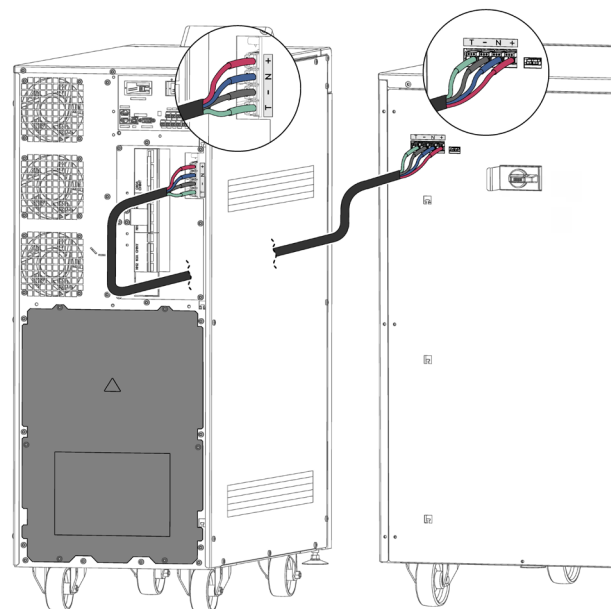
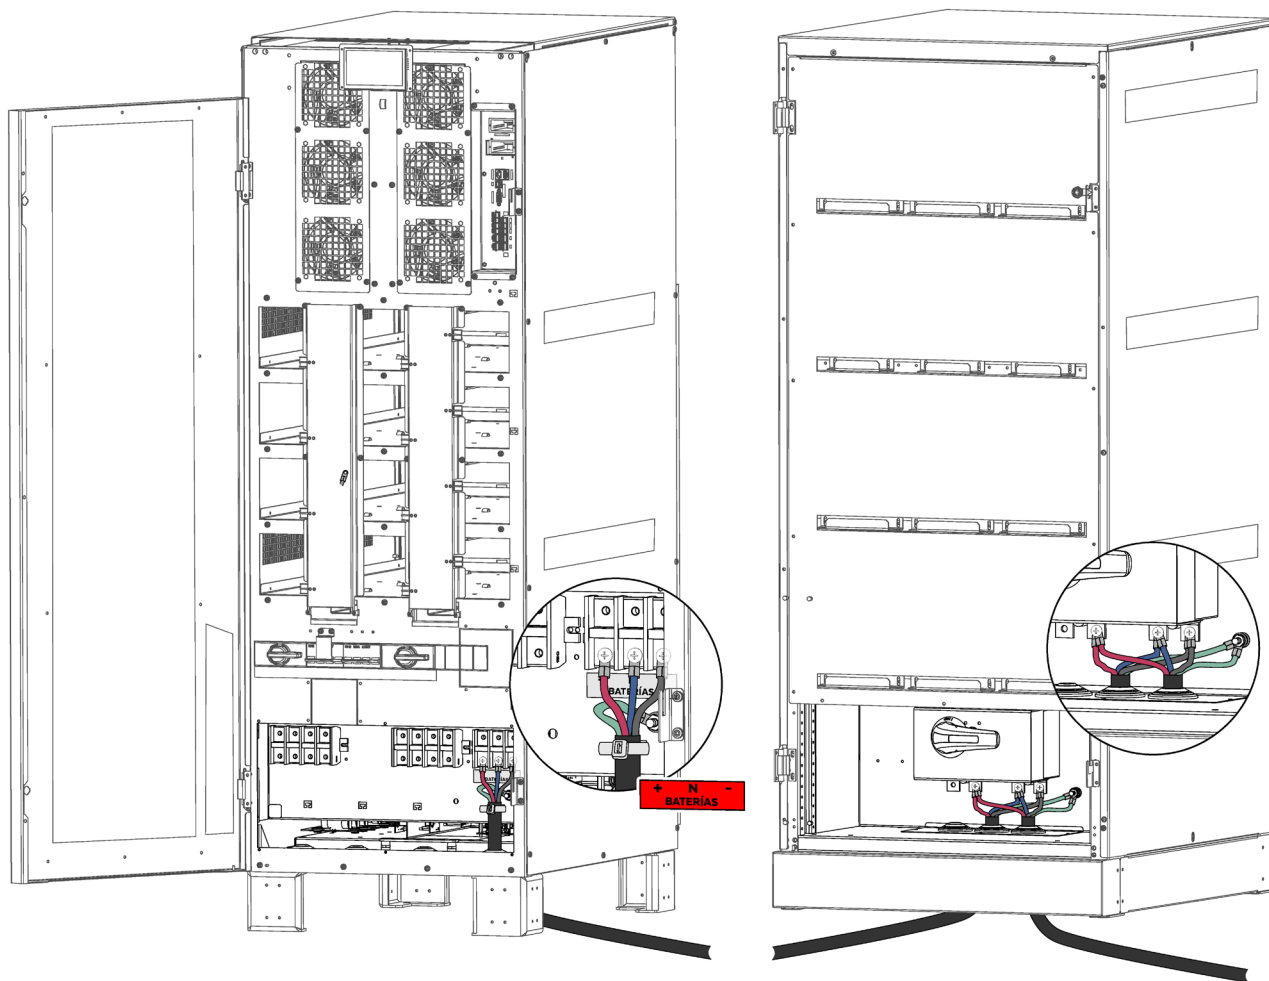

Fig. 48. Connexion entre l'onduleur et une armoire batterie pour équipements de 30-40 kVA.
Fig. 49. Connexion entre l'onduleur et une armoire de batteries pour équipements de 50 à 80 kVA.
- L'armoire de batteries est reliée à l'onduleur modèle B1 à l'aide du tuyau de câbles fourni, en connectant une extrémité aux terminaux de l'onduleur et l'autre aux terminaux du module de batteries, en respectant la polarité indiquée sur l'étiquette de chaque élément et dans ce mode d'emploi. La connexion doit respecter la couleur de câbles ; une couleur de positif de l'onduleur au positif de l'armoire de batteries ; une autre couleur de négatif de l'onduleur au négatif des batteries ; une couleur de neutre de l'onduleur à la prise moyenne de batteries (N). Utiliser un câble vert-jaune pour interconnecter les prises de terre, voir Fig. 48 et Fig. 49.
- Pour les autonomies étendues comprenant **plusieurs modules ou armoires de batteries**, la connexion sera toujours en parallèle entre eux et l'équipement (voir Fig. 48).